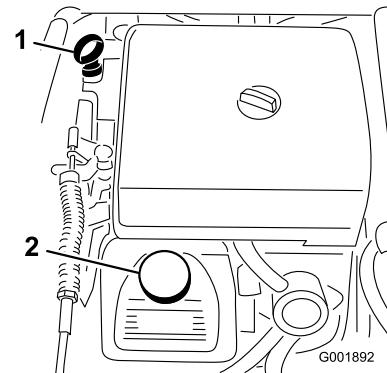

Figura 47
2. Retire a vareta e limpe-a com um pano limpo (Figura 47). Volte a colocar a vareta no tubo e verifique se está completamente introduzida. Retire a vareta e verifique o nível de óleo.
3. Se o nível de óleo estiver baixo, retire a tampa de enchimento da cobertura das válvulas (Figura 47) e adicione lentamente óleo suficiente na abertura até que o nível suba até à marca "Full" (Cheio) da vareta. Adicione o óleo lentamente e verifique o nível com alguma frequência durante o procedimento. Não encha demais.
8. Coloque lentamente cerca de 80% da quantidade de óleo especificada no bocal de enchimento do óleo (Figura 47).